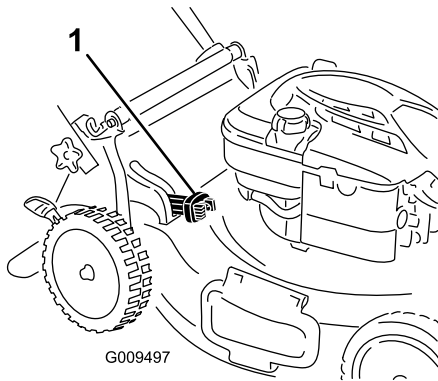

Figura 16
- Para ensacar los recortes de hierba y hojas, presione hacia dentro el botón de la palanca de ensacado a demanda y mueva la palanca hacia delante hasta que salga el botón de la palanca (Figura 16).